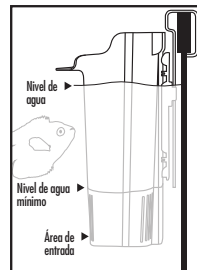
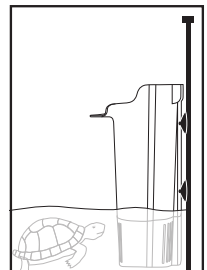

Fig. 4
Fig. 5
4. Vea la colocación y los niveles de agua máximo y mínimo en el diagrama (Fig. 4). Para ajustar la altura de su filtro, solo deslice el filtro hacia arriba o abajo por el riel del gancho. Si no puede colocar el filtro al nivel de agua que desea, puede colocar el filtro en el fondo de la pecera sin arena o puede que tenga que pedir copas de succión (vea la lista de piezas de repuesto para pedir) y colocarlo como se muestra en la Fig. 5.